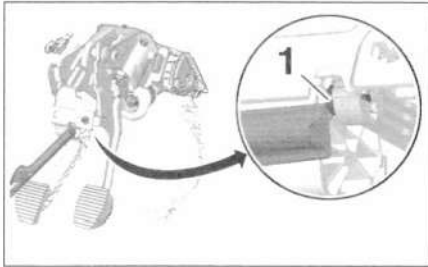

FIG.8
- Dégager l'agrafe de verrouillage (1) du pédalier (Fig.8).